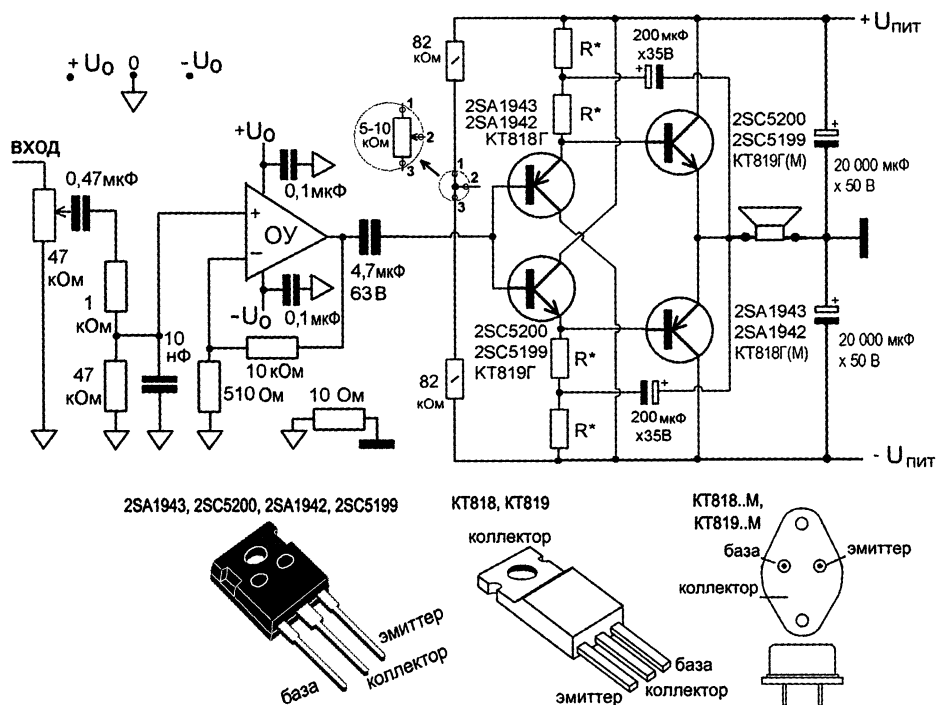
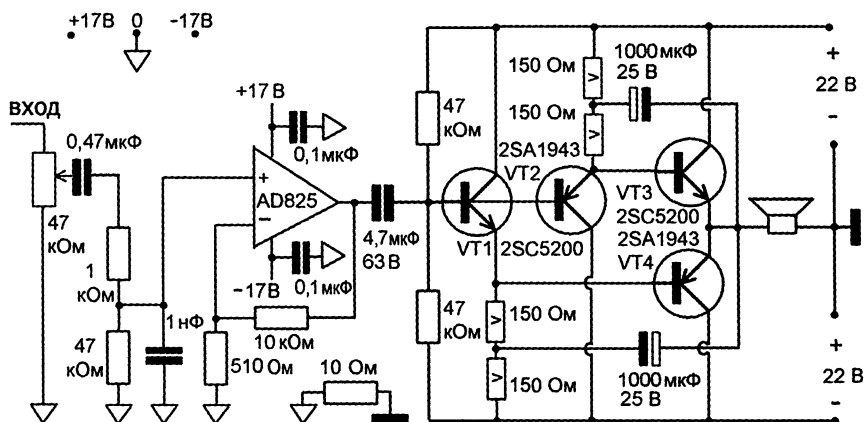
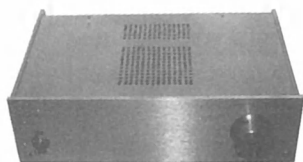
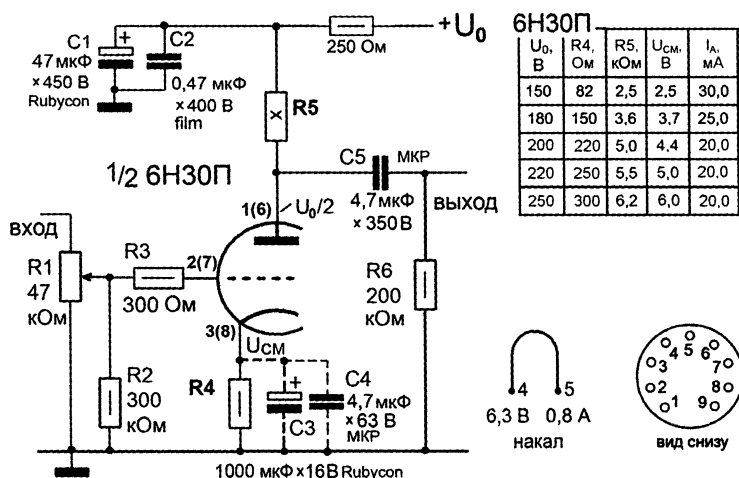

Рис. 8.6. Схема усилителя
Рис. 9.3. Схема усилителя без общей отрицательной обратной связи
Рис. 9.4. Внешний вид усилителя
Рис. 9.5. Входной усилитель напряжения на лампе 6Н30П
Схема показана на рис. 8.6. Каскад на операционном усилителе является усилителем напряжения, а каскад на четырех транзисторах — усилителем тока. Коэффициент усиления по напряжению равен 20 (отношение сопротивлений резисторов 10 кОм и 510 Ом в цепи обратной связи ОУ).
Варианты усилителя по схеме рис. 8.6 и его параметры
Транзисторы выходного каскада необходимо попарно подобрать с одинаковыми коэффициентами усиления по току. Перед первым подключением акустической системы необходимо подключить резистор сопротивлением 3—10 Ом и убедиться, что постоянное напряжение на выходе не превышает 50 мВ. В противном случае необходимо применить переменный резистор на входе, как показано на рис. 8.6 и выставить нулевое постоянное напряжение на выходе.
*Работоспособность выходного каскада можно проверить, подключив на его вход (левый по схеме на рис. 8.6 вывод разделительного конденсатора емкостью 4,7 мкФ) сигнал непосредственно от проигрывателя компакт-дисков.*
Схема показана на рис. 9.3, а внешний вид готового усилителя — на рис. 9.4. Принципиально схема не отличается от ранее рассмотренной схемы на рис. 8.6. Отличие состоит в применении широкополосных высококачественных операционных усилителей на входе.
Мощность усилителя определяется напряжением питания операционного усилителя. При указанных на рис. 9.3 номиналах она составляет 25 Вт на нагрузке 4 Ом и вдвое меньше на нагрузке 8 Ом. Транзисторы выходного каскада необходимо попарно подобрать с одинаковыми коэффициентами усиления по току.
Перед первым подключением акустической системы необходимо подключить резистор сопротивлением 3—10 Ом и убедиться, что постоянное напряжение на выходе не превышает 50 мВ. В противном случае необходимо применить переменный резистор на входе, как показано на рис. 8.6 и выставить нулевое постоянное напряжение
В качестве выходного каскада рекомендуется применить параллельный усилитель тока на четырех транзисторах, представленный ранее на рис. 8.6 и рис. 9.3. Варианты входных усилителей напряжения показаны на рис. 9.5 — 9.7. Ламповый усилитель напряжения подключается вместо каскада на операционном усилителе непосредственно к базам входных транзисторов выходного каскада.